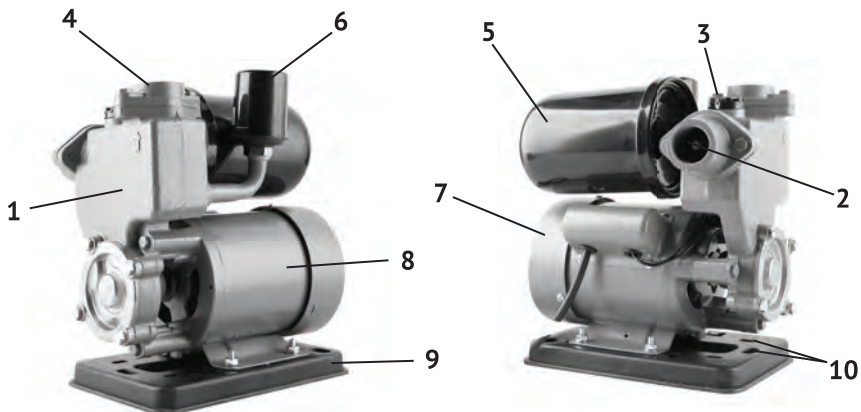

рис. 1
Привод насоса станции осуществляется однофазным асинхронным двигателем переменного тока (рис.1 поз.8). На якорь двигателя крепится металлическая крыльчатка. Вращающееся с высокой скоростью рабочее колесо (крыльчатка) повышает давление воды в гидроаккумуляторе, реле давления (рис.1 поз.6) при достижении заданного давления отключает насос. Таким образом в гидроаккумуляторе создаётся давление, необходимое для подъёма воды на нужную высоту. При расходе воды, давление в гидроаккумуляторе понижается. При достижении определённого давления, реле давления включает двигатель насоса. Для защиты двигателя от перегрева, в обмотку статора встроено тепловое реле. Реле отключает двигатель при перегреве, оберегая обмотку статора. После срабатывания теплового реле требуется некоторое время для остывания двигателя насоса, после чего он автоматически включится в работу.
2.4 Общий вид\* станции представлен на рис.1
2.5 Двигатель (рис.1 поз.8) в металлическом корпусе и насосная часть в чугунном корпусе (рис.1 поз.1) скреплены в единый агрегат. Сверху, над корпусом двигателя, расположен гидроаккумулятор (рис.1 поз.5) с реле давления (рис.1 поз.6). Насос приводится в действие асинхронным двигателем переменного тока. Подключение насоса к сети осуществляется кабелем питания со штепсельной вилкой с заземляющим контактом. Насосная часть станции имеет два отверстия ( $\varnothing$  внутр. = G1) для присоединения входной (рис.1 поз.2) и выходной (рис.1 поз.4) трубы (шланга). Сверху расположена заливная горловина с пробкой (рис.1 поз.3).
Установить станцию на ровной твёрдой поверхности. Для уменьшения вибрации рекомендуется закрепить основание (рис.1 поз.9), используя монтажных отверстия (рис.1 поз.10). Станцию лучше всего расположить как можно ближе к источнику (скважине, колодцу) подачи воды.
Труба (шланг) всасывающей магистрали присоединяется к входному резьбовому (G1) отверстию (рис.1 поз.2). При монтаже её горизонтального участка необходимо обеспечить непрерывный угол подъёма от источника водозабора до насоса (не менее 1° к горизонту). Обратные углы не допускаются (во избежание образования воздушных пробок) (рис.3)
- вкрутить (сняв заглушки) во входное (рис.1 поз.2) и выходное (рис.1 поз.4) отверстия штуцера для присоединения шлангов всасывающей и напорной линий;
- аналогично установить на выходное отверстие (рис.1 поз.4) штуцер и шланг отводящий воду и закрепить его хомутом.
- открыть пробку заливной горловины (рис.1 поз.3);
6.2 Ежемесячно проверяйте давление воздуха в гидроаккумуляторе (автомобильным манометром через ниппель). Для этого отключите станцию и слейте воду из напорной магистрали, используя отверстие (рис.1 поз.12).